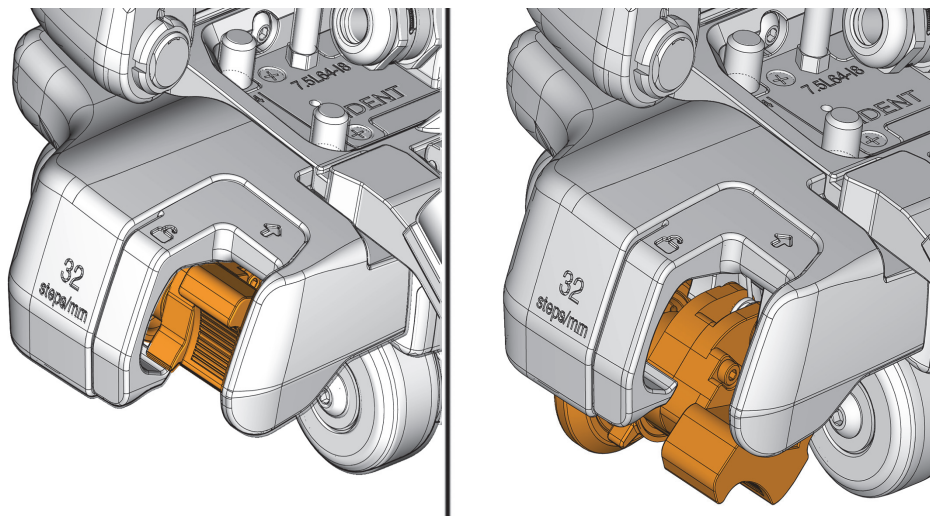

Figura 1-11 Encoder estratto e riposto
Il chip dell'encoder dell'asse di scansione (X) è posizionato nel modulo ScanDeck e acquisisce la rotazione dell'asse della ruotina frontale (vedi Figura 1-11 a pagina 36).